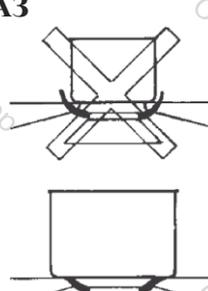

Рис. 1
- Рекомендуется использовать посуду с диаметром дна, соответствующим диаметру горелки, таким образом предотвращается возможность выхода пламени за пределы посуды (Рис. 1).